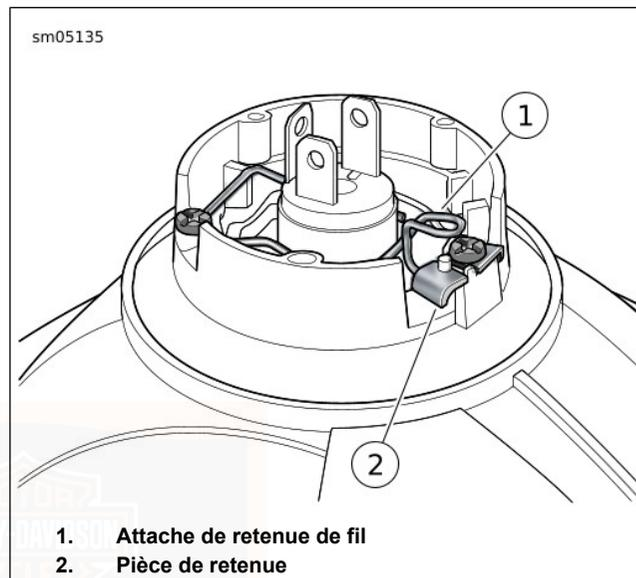

Figure 60. Attache de retenue de fil
3. Voir Figure 60. Détacher l'attache de retenue de fil (1) de la retenue (2). Écarter le fil métallique.
6. Voir Figure 60. Tourner l'attache de retenue de fil (1) en position et la verrouiller sous la lèvre de la retenue (2).